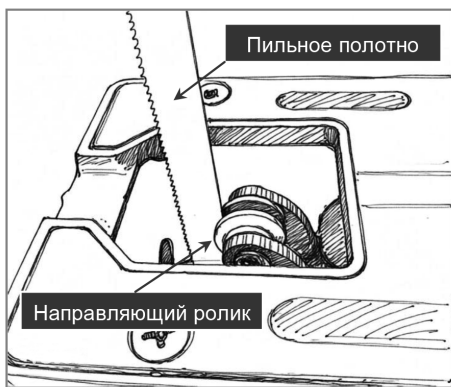

Рис. 8
- Если пыльное полотно установлено на место правильно, тыльная сторона пыльного полотна должна находиться в пазу направляющего ролика (рис. 8).